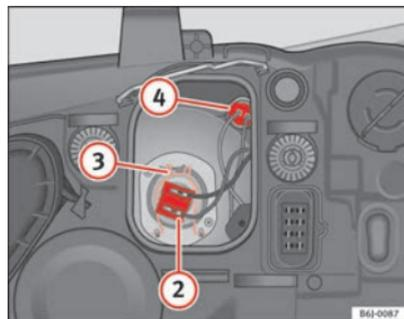

Fig. 136 Luz de posición
- Extraiga el conector ⇒ página 227, fig. 136 ② de la lámpara.
- Desenganche el resorte retentor ⇒ página 227, fig. 136 ③ presionándolo hacia dentro y a la derecha.